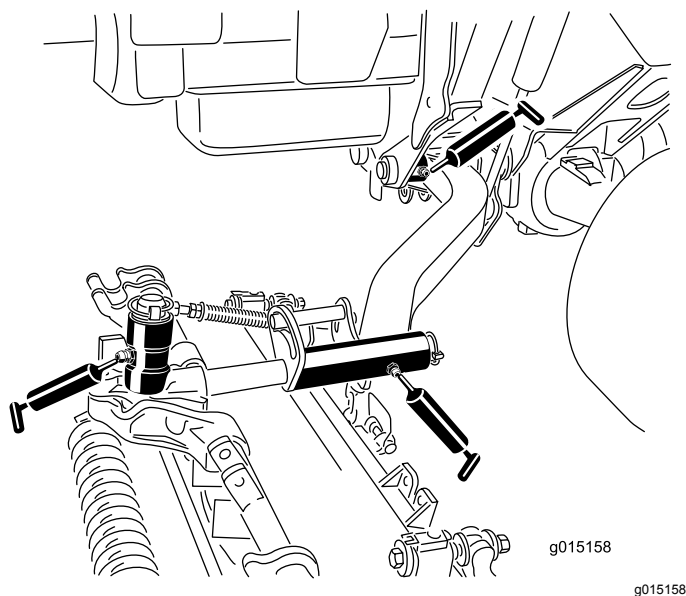

図 71
- 昇降アームのピボットブッシュカuttingユニット 1 台に 1 ヶ所 図 71
- カuttingユニットのキャリアフレームカuttingユニット 1 台に 2 ケ所 図 71
- 昇降アームのピボットカuttingユニット 1 台に 1 ケ所 図 71